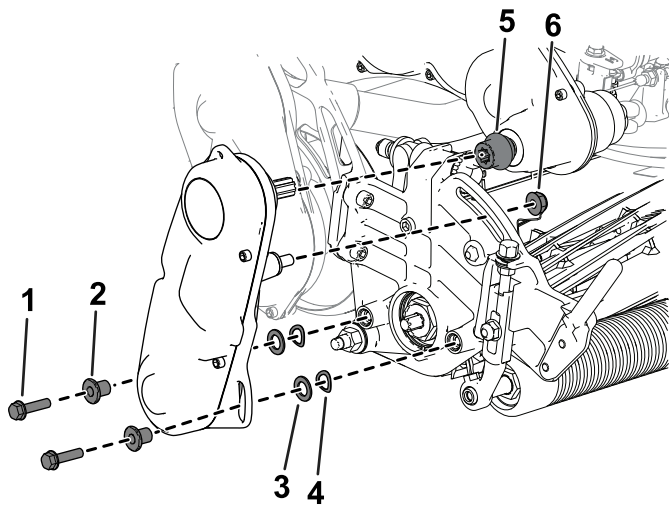

Bild 48
3. Entfernen Sie den Spindeltrieb vom Mähwerk (Bild 48) und behalten Sie die Befestigungselemente auf.